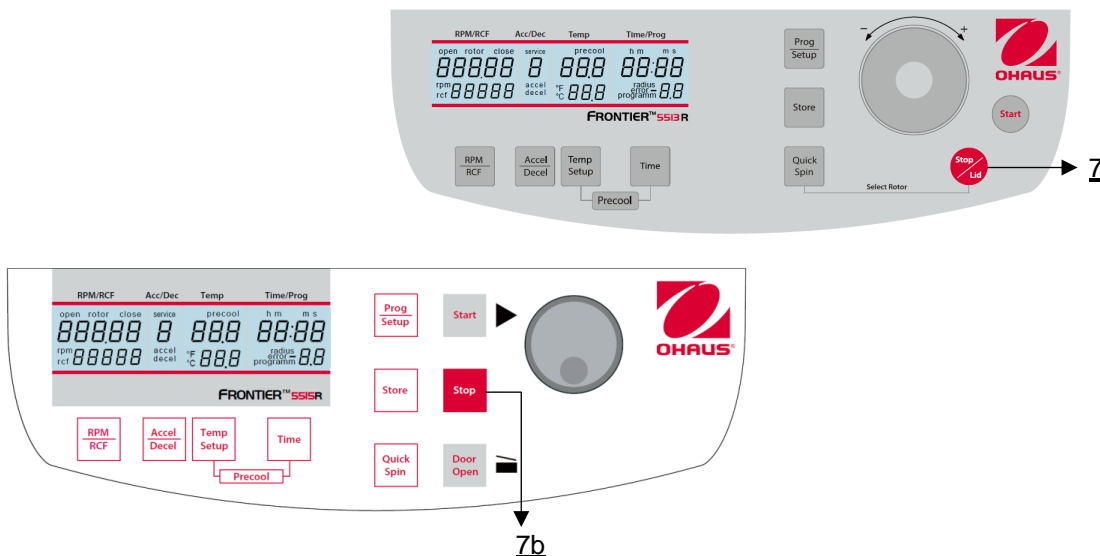

Figura 23
Con il tasto "**Stop**" (7b) o "**Stop/Coperchio**" (7) (vedere Figura 23) è possibile interrompere la corsa in qualsiasi momento. Dopo aver premuto il tasto, la centrifuga decelera con la rispettiva intensità preselezionata fino a fermarsi.